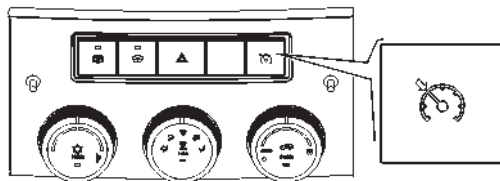

Рис. 3.18. Выключатель выбора функции «Круиз-контроль»
- выключатель выбора функции «Круиз-контроль» (рис. 3.18). Служит для управления функциями КК.
Включение функции КК осуществляется с помощью нажатия выключателя «Круиз-контроль» (рис. 3.18). Повторное нажатие на выключатель «Круиз-контроль» приводит к выключению функции КК.